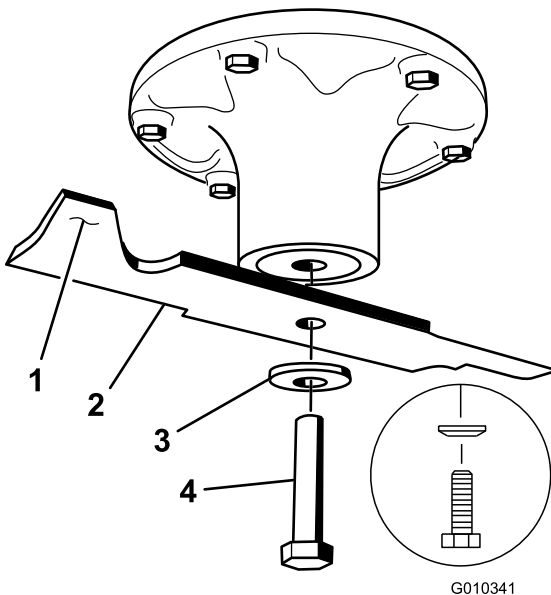

Bild 68
2. Entfernen Sie die Messerschraube, Wellenscheibe und das Messer von der Spindelwelle (Bild 68).